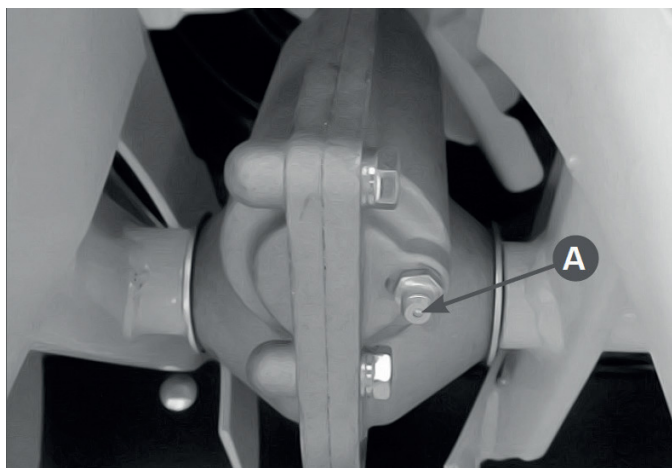

Рис. 30 Обслуживание редуктора
Добавляйте специальную консистентную смазку на основе лития в редуктор через масленку Рис. 30 (A) специальным шприцем (в комплект поставки не входит) каждые 50 часов работы.